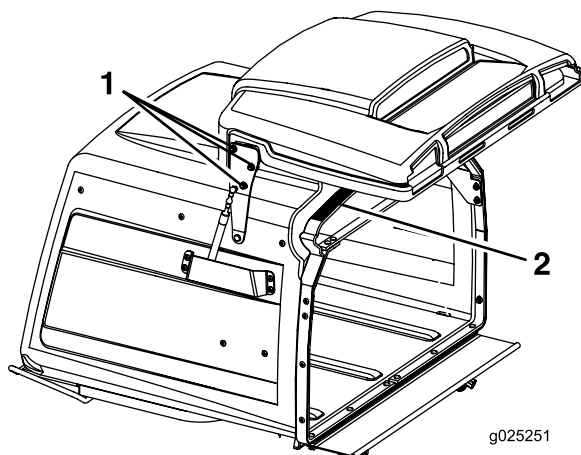

Figura 66
3. Allentate i 6 dadi della cerniera del portello (Figura 66).
4. Aprite il portello e posizionate una striscia in gomma da 3/8 poll. o un flessibile del diametro di 3/8 poll. tra la tramoggia e il relativo portello (Figura 66).